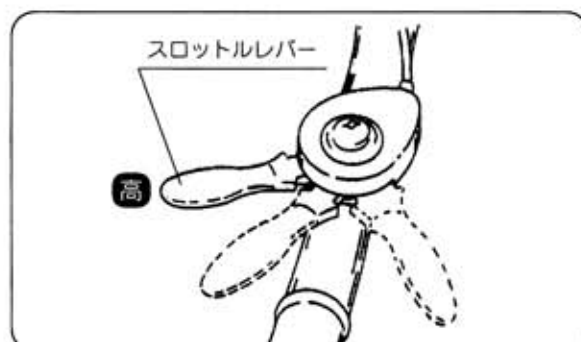

図14
- ①スロットルレバーをゆっくり [高速] 位置にします。(図14)